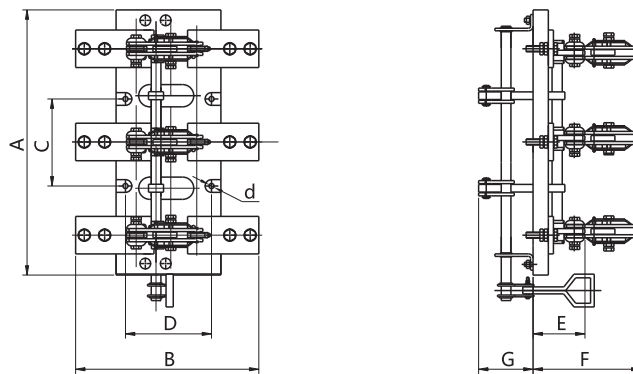

图5 HD12/3外形及安装图
6.5 HD12/3系列外形尺寸及安装尺寸见表6，相关图样见图5